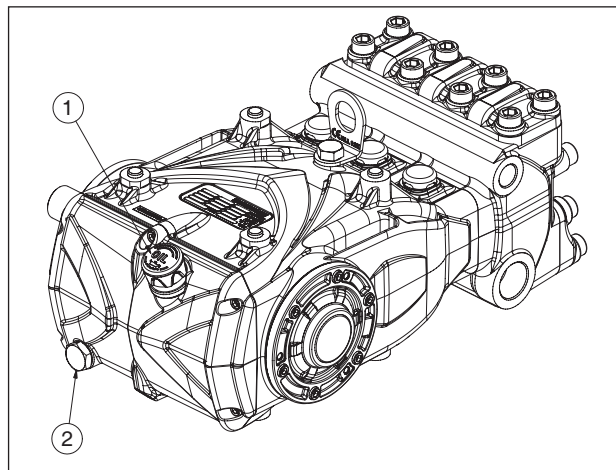

Рис. 3
Проверьте уровень масла и, при необходимости, долейте с помощью маслоизмерительного щупа поз. ①, Рис. 3. Правильная проверка уровня масла выполняется на насосе при комнатной температуре, а замена масла должна производиться на насосе при рабочей температуре путем извлечения маслоизмерительного щупа поз. ①, а затем пробки, поз. ②, Рис. 3. Масло необходимо проверять и заменять, как указано в разделе 11. Необходимое количество составляет ~1,9 литра.
Подготовьте систему таким образом, чтобы ни при каких условиях во время работы насоса температура масла не превышала **100°C (212°F)**. Пользуйтесь температурным датчиком, вставляемым в маслосливную пробку, поз. ② Рис. 3.